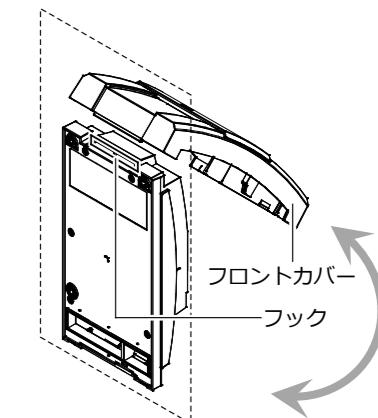

図2. フロントカバーの開閉
- (1) 計測ユニットのフロントカバーを取り外す。（図2）
- (2) 計測ユニットを取付用木ねじで固定する。